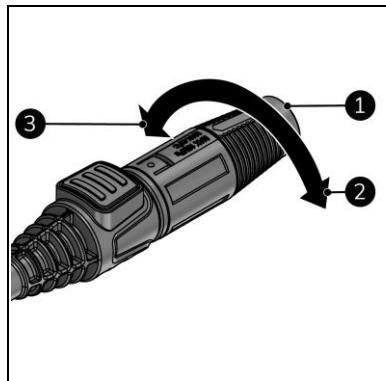

Abbildung 12
3. Drehen Sie den Düsenkopf (Abbildung 12, Pos. 1), um den Strahlwinkel zu verändern:
- für einen kleineren (stärkeren Strahl) im Uhrzeigersinn drehen (Abbildung 12, Pos. 2).
- für einen größeren (schwächeren Strahl) gegen den Uhrzeigersinn drehen (Abbildung 12, Pos. 1).